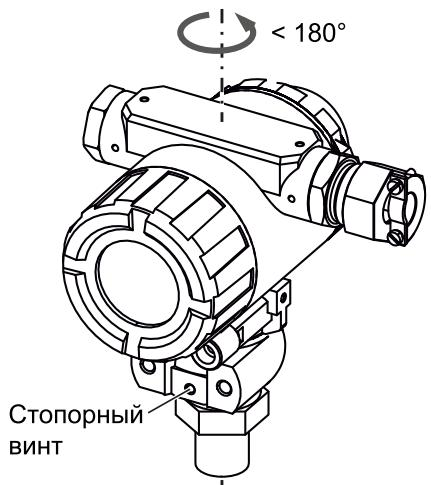

Рисунок 6.3 – Поворот корпуса относительно штуцера
1. Ослабить стопорный винт с помощью ключа для внутреннего шестигранника размером S = 2 мм (см. рисунок 6.3).